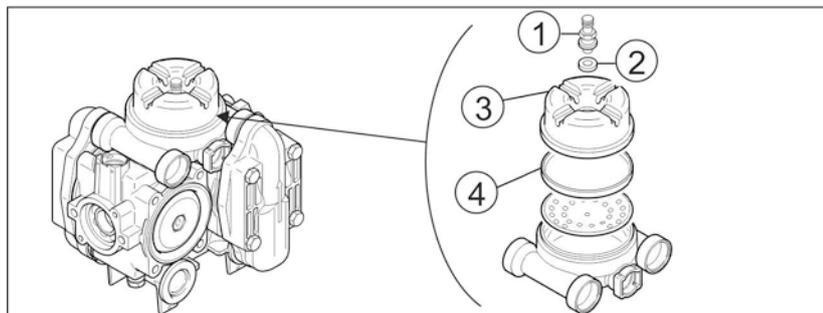

Fig. 195
2. Suelte los tornillos (Fig. 195/1).
3. Retire la tapa de la válvula (Fig. 195/2).
4. Compruebe si está dañada la membrana del émbolo (Fig. 195/4) y en anillo de la cuña (Fig. 195/5).
1. Afloje el tornillo (Fig. 195/3) y retire la membrana del émbolo (Fig. 195/4) junto con la arandela de retención del pistón.